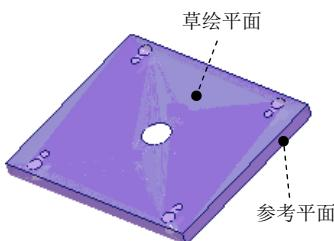
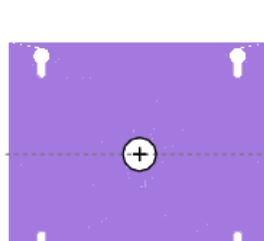
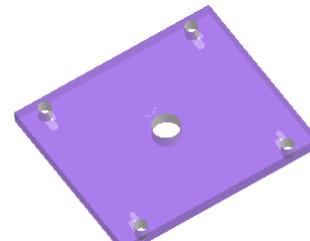

图 30.50 定义草绘平面
图 30.51 截面草图
图 30.52 编辑动模座板
Step3. 定义动模座板。在模型树中选择动模座板 EMX_CLP_PLATE_MH001.PRT 并右击，然后在系统弹出的快捷菜单中选择 **打开** 命令，系统转到零件模式下；单击 **模型** 功能选项卡 **形状** ▾ 区域中的 **拉伸** 按钮，此时系统弹出“拉伸”操控板；选取图 30.50 所示的表面为草绘平面，然后选取图 30.50 所示的表面为参考平面，方向为 **右**。单击 **草绘** 按钮，进入草绘环境；绘制图 30.51 所示的截面草图（一个圆）；完成截面的绘制后，单击“草绘”操控板中的“确定”按钮 ；在操控板中选取深度类型 ，单击“切除材料”按钮 ；在“拉伸”操控板中单击 按钮，完成特征的创建，结果如图 30.52 所示；选择下拉菜单 **文件** → 命令。